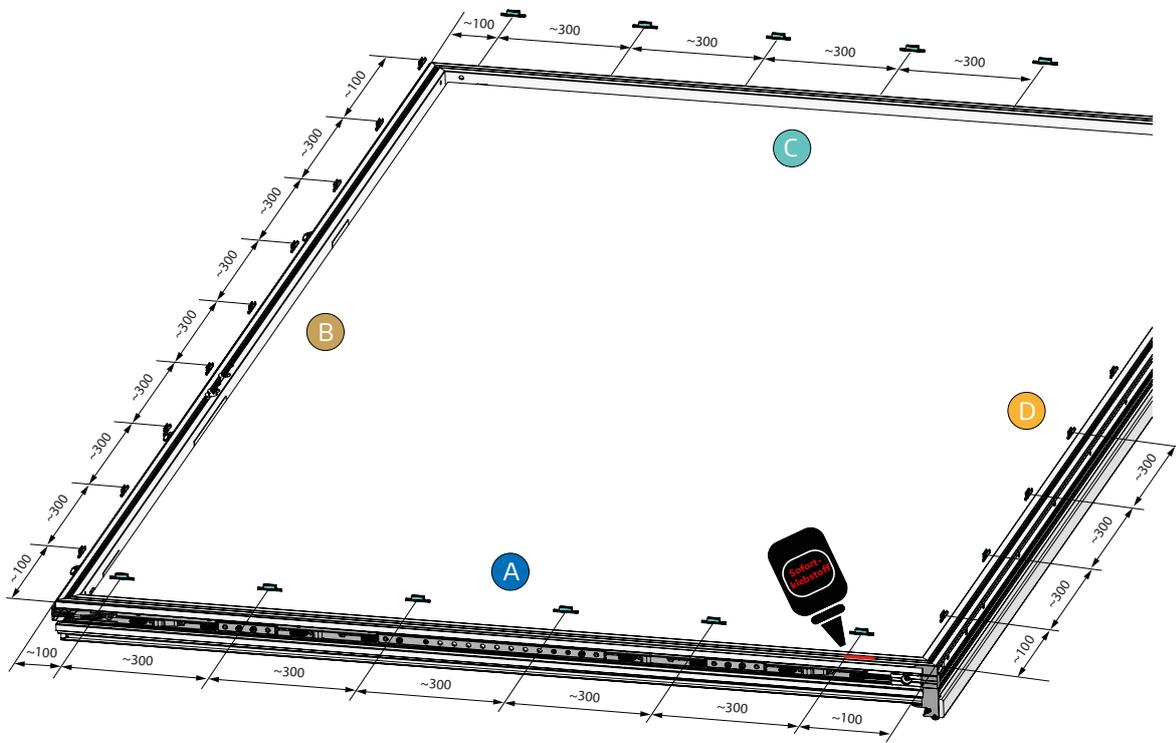

Fig. 1
- ① Positionnez et fixez les clips de fixation avec de la super colle dans le profil en fibre de verre (voir la fig. 1).